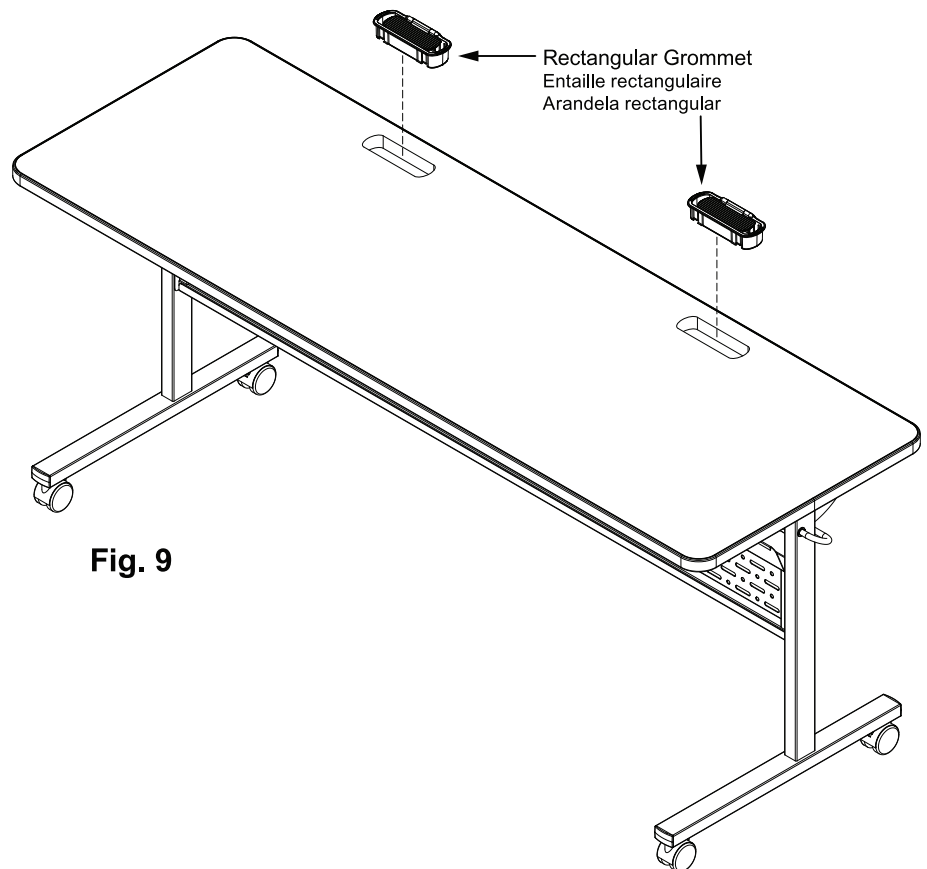

Fig. 9
9. Carefully invert the table unit over slowly on a flat surface. Insert (2) rectangular grommets into the slots as required (see Fig. 9).
9. Renversez la table et posez-la sur une surface plane. Insérez les 2 entailles dans les fentes prévues à cet effet (voir la figure 9).
9. Con cuidado invierta la unidad de la mesa lentamente sobre una superficie plana. Inserte 2 arandelas rectangulares en las ranuras, según sea necesario (Ver Fig. 9).